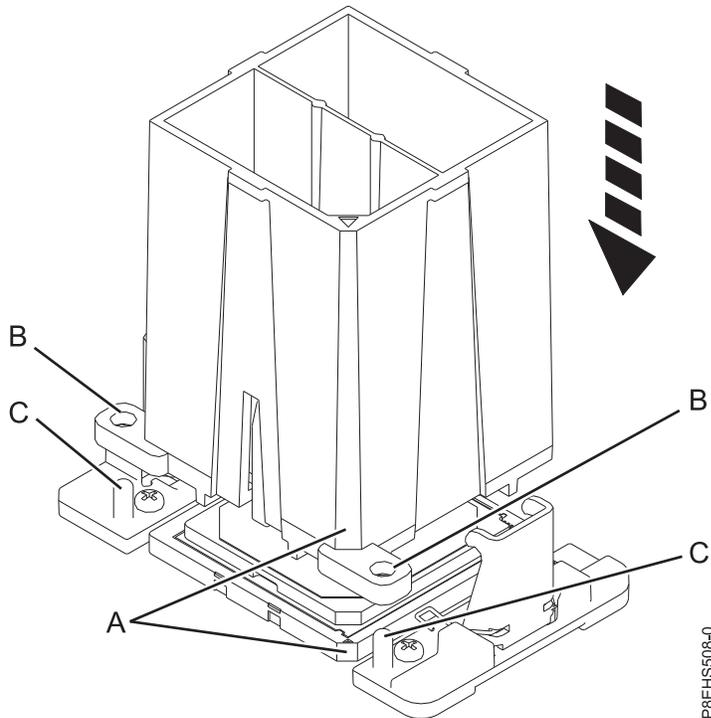

Figure 126. Abaissement de l'outil de retrait sur le module processeur système
- a. A l'aide de l'outil de retrait fourni (référence 01AF101), alignez l'angle biseauté (**A**) de ce dernier avec l'angle biseauté du module processeur système, comme illustré dans la figure 126, à la page 111.